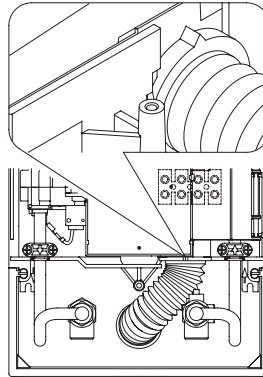

рис. 12
- Поправьте водозащитный кожух, как показано на рис. 12 и закройте несущую часть управляющей панели.